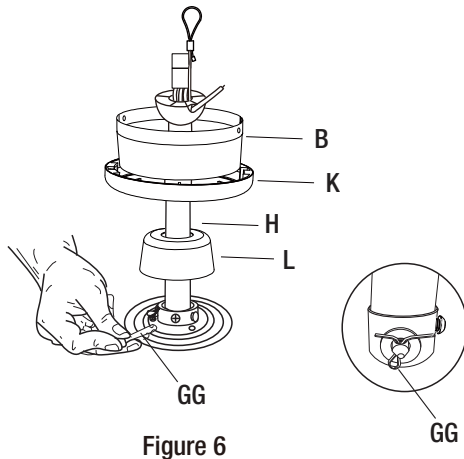

Figure 6
- Desserrez d'abord les vis, puis insérez la tige descendante (H) dans le support situé en haut du moteur du ventilateur.
- Pousser le pivot dans l'arbre (GG) du moteur et dans les trous de la tige de suspension (figure 6). L'extrémité d'insertion du pivot de forme conique est spécialement conçue de manière à écarter les fils à l'intérieur de la tige de suspension sans les endommager. Fixer le pivot en insérant la goupille fendue et en pliant les extrémités pour l'empêcher de sortir des trous (figure 6).
- Fixer le crochet de suspension et la tige de descente en serrant les vis préinstallées sur le crochet de suspension (Figure 6).